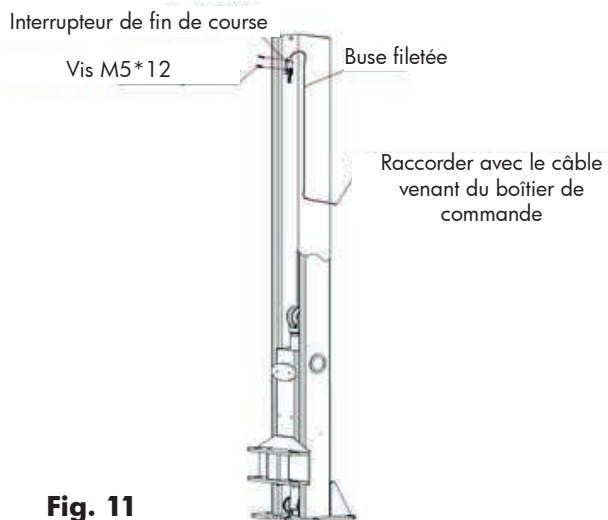

Fig. 11
2. Fixez l'interrupteur de fin de course sur la colonne avec le bloc d'alimentation (**fig. 11**).
10. Installez les bras de levage (**fig. 11**).